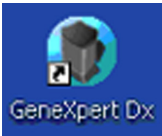

图 2-50. GeneXpert Dx System 快捷方式图标
- 在 Windows 桌面上，双击 **GeneXpert Dx** 图标（参见图 2-50）。